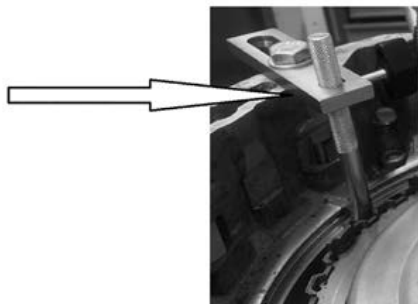

Fig. 1
- Montare una delle due traverse lunghe (6) ed il finecorsa di battuta (8) fissandoli correttamente sulla scatola della frizione (vedi fig.1)